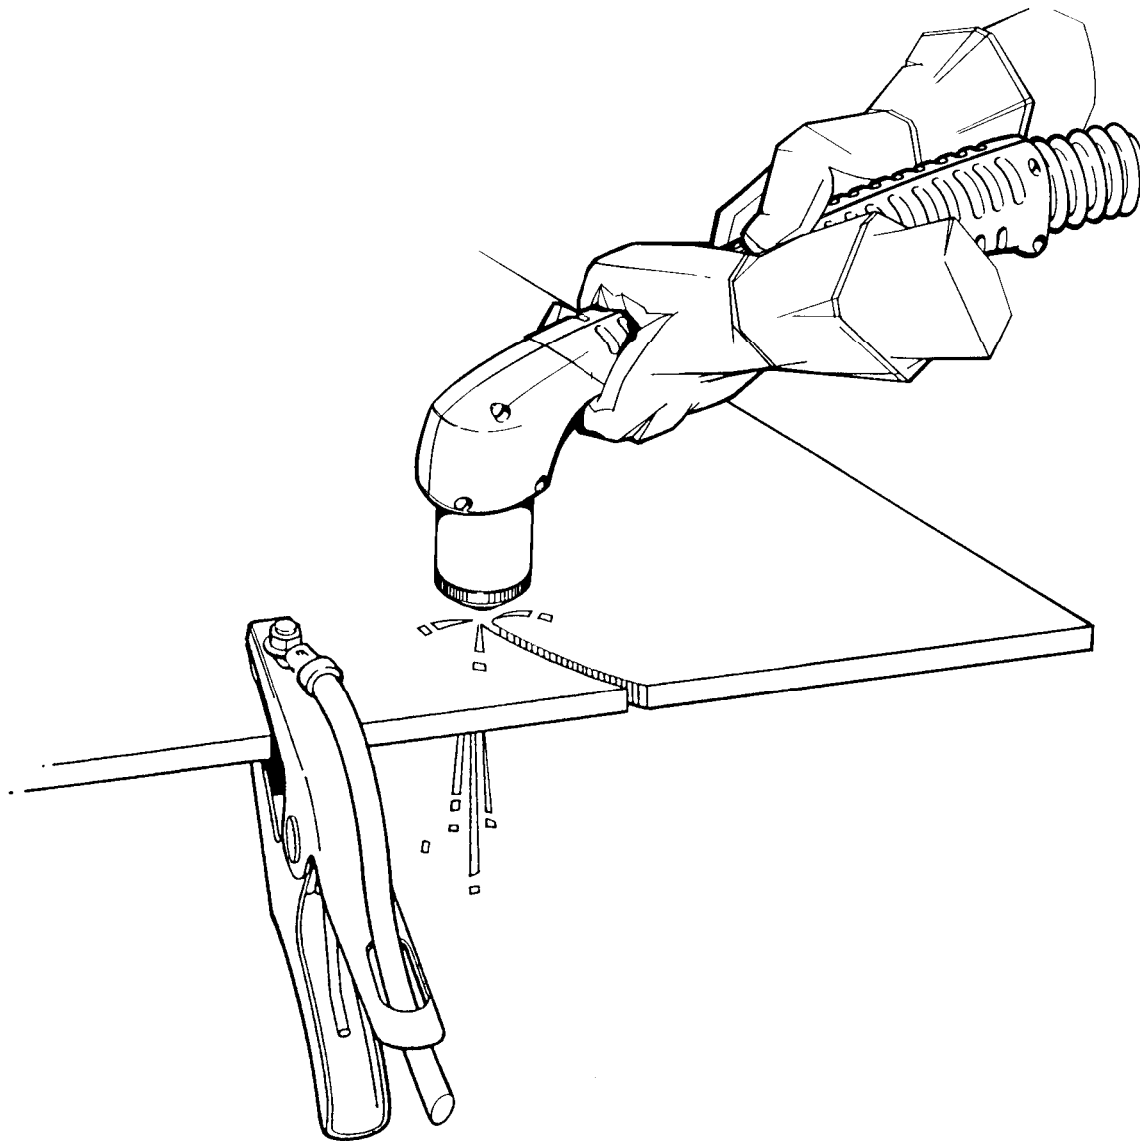

Рис. 3-8. Корректная установка рабочего зажима
2. Не допускается закрепление рабочего зажима на отрезаемой части заготовки (см. рис. 3-8).